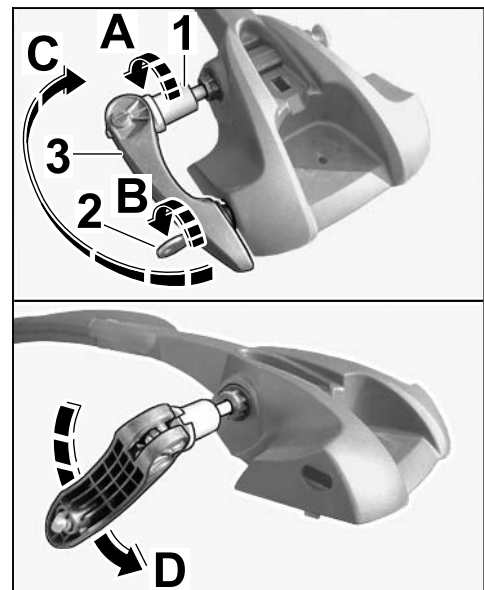

Bild 30
7.1.1 Spannhülse bis zum Anschlag zurückdrehen (⇒ Bild 30 -A-)
7.1.2 Schloss am Spannhebel aufschließen (⇒ Bild 30 -B-).
7.1.3 Spannhebel öffnen und um 180° nach hinten schwenken (⇒ Bild 30 -C-).
7.1.4 Spannhebel um 90° nach unten drehen (⇒ Bild 30 -D-).